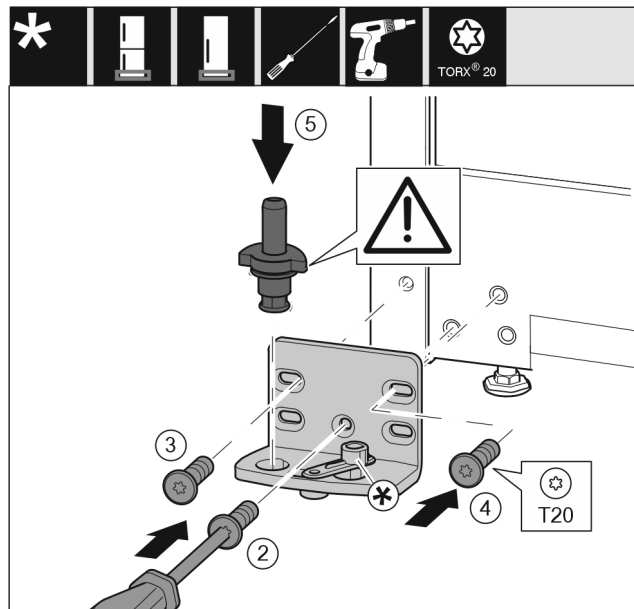

Fig. 16
- ▶ Lagerbus op de andere kant aanbrengen en met behulp van een schroevendraaier T20 vastschroeven. Met schroef 2 onder in het midden beginnen. Fig. 16 (2)
- ▶ Schroef 3 en 4 vastschroeven. Fig. 16 (3,4)
- ▶ Lagerbout volledig aanbrengen. Let op dat de vergrendelnok naar achter wijst. Fig. 16 (5)